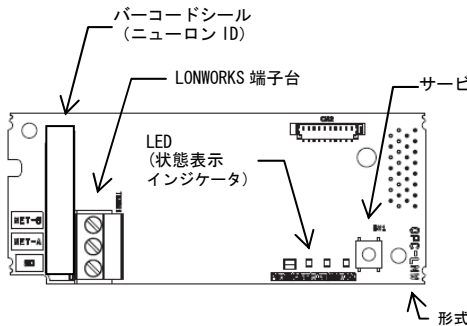

図 2-1 カード表面
- (1) LONWORKS インタフェースカードが入っていることを確認してください。
- (2) カード上の部品の破損、凹み、反りなど輸送時での破損がないことを確認してください。
- (3) カード上に形式「OPC-LNW」が印刷されていることを確認してください。(図 2-1)